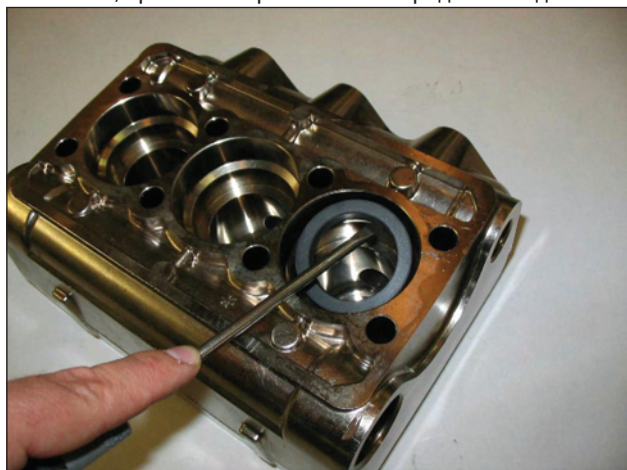

Рис. 21
- С) Обычными инструментами выньте уплотнения высокого давления из торца и уплотнения низкого давления из соответствующей опоры, как показано на Рис. 21, при этом старайтесь не повредить гнезда.